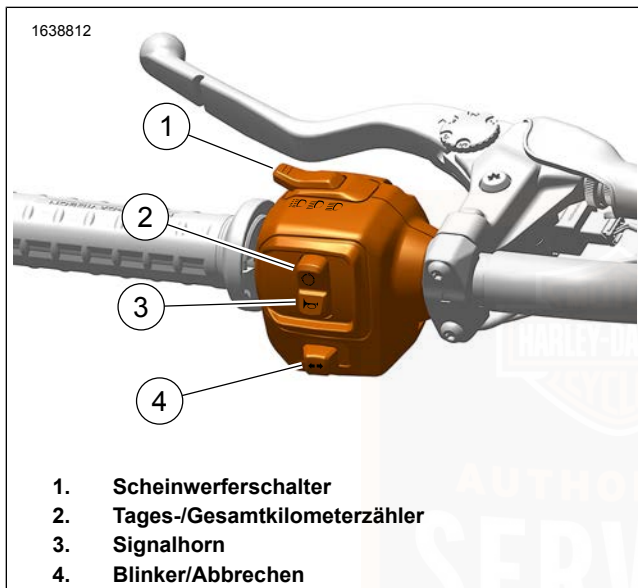

Abbildung 40. LHCM (ohne Infotainment)
- **Lichthupe:** Siehe Abbildung 40 . Wenn der Scheinwerferschalter (1) auf Abblendlichtposition steht, den Schalter herunterdrücken und loslassen, um die Lichthupe zu betätigen, bevor ein Fahrzeug überholt wird. Die Fernlichtanzeige am IM leuchtet, solange die Lichthupentaste betätigt wird. Im Nebenverbrauchermodus den Lichthupenschalter betätigen, um den Scheinwerfer einzuschalten.
- **Abblendlicht:** Siehe Abbildung 40 . Den Scheinwerferschalter (1) von der Fernlichtposition aus nach unten drücken, um das Abblendlicht einzuschalten.
- **Fernlicht:** Siehe Abbildung 40 . Den Scheinwerferschalter (1) nach oben drücken, um das Fernlicht einzuschalten. Das Aufleuchten der blauen Kontrollleuchte für Scheinwerfer-Fernlicht zeigt an, dass das Fernlicht betätigt ist.
Siehe Abbildung 40 . Durch die Tageskilometerzählertaste (2) wird der Tageskilometerzähler aktiviert. Die Tageskilometerzählertaste wird auch zum Scrollen durch die optionalen Bildschirme der Kilometerzähleranzeige verwendet. Bei ausgeschalteter Zündung kann über die
- **Linker Blinker:** Siehe Abbildung 40 . Den Blinkerschalter (4) nach links drücken, um den linken Blinker zu aktivieren.
- **Rechter Blinker:** Siehe Abbildung 40. Den Blinkerschalter (4) nach rechts drücken, um den rechten Blinker zu aktivieren.
- **Abbruch:** Siehe Abbildung 40. Den Blinkerschalter (4) gerade hereindrücken, um die Blinkersignale manuell zu stoppen.
Siehe Abbildung 40 . Das Signalhorn wird über die Signalhorntaste (3) betätigt. Das Signalhorn kann bis zu 10 Sekunden lang ertönen. Wenn die Signalhorntaste länger gedrückt wird, schaltet das Signalhorn automatisch ab.